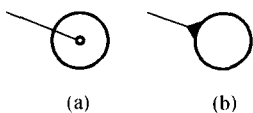

图 1-4
4. 局部自由度在平面机构中主要出现在有滚子的场合。在计算自由度时,为了防止错算构件数和运动副数,建议将图1-4(a)所示的滚子及其安装件固连为一个整体,如图1-4(b)所示。